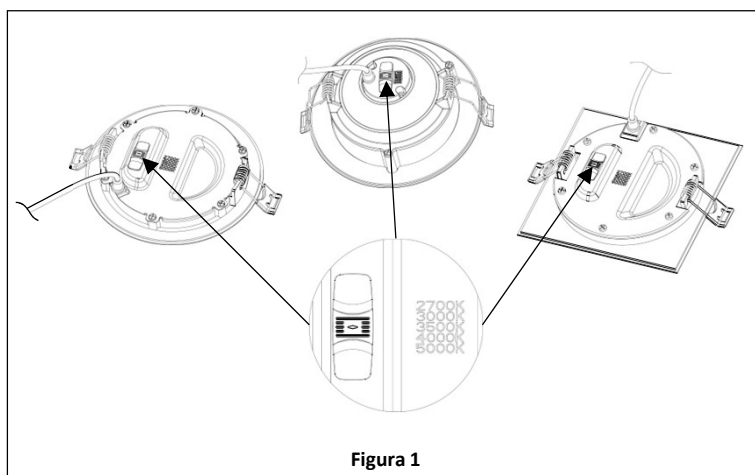

Figura 1
2. Elija su temperatura de color correlacionada (CCT) favorita de 5 opciones utilizando el interruptor ubicado en la parte posterior de la luz. **Ver Figura 1.**